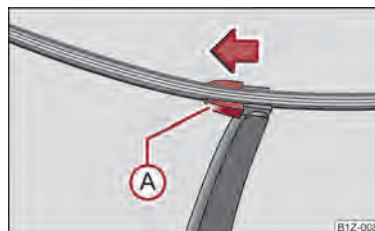

Fig. 39 Lamela ștergătorului de lunetă
- Ridicați brațul ștergătorului de pe lunetă și poziționați lamela astfel încât să formeze un unghi drept cu brațul ștergătorului ⇒ fig. 39.